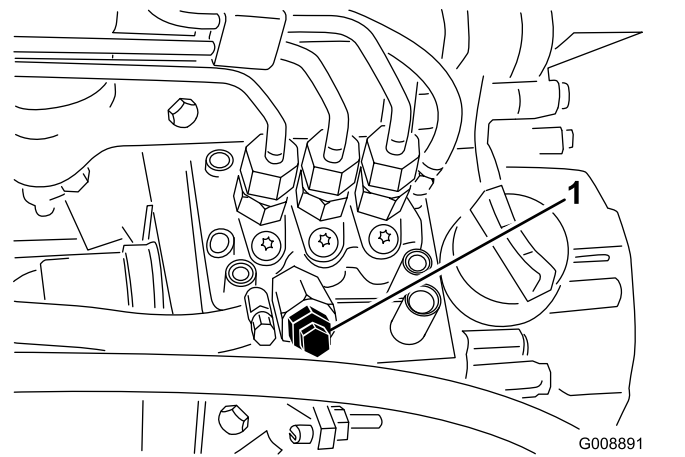

Figura 81
4. Abra el tornillo de purga de aire de la bomba de inyección de combustible (Figura 81).